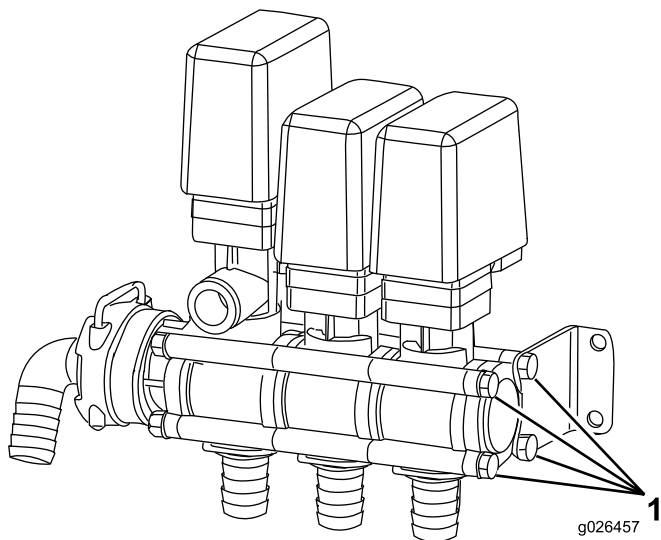

Figur 2
4. Fjern stiften, og træk omløbsventilen af (Figur 2).
5. Fjern boltene for at afmontere ventilenheden fra maskinen (Figur 2).